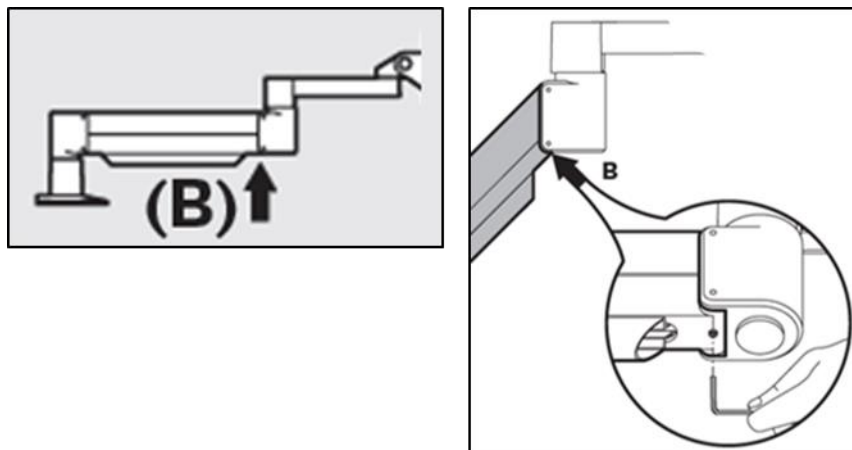

Figura 4-6. Allentamento della vite di arresto di controbilanciamento **B**
- Riposizionare orizzontalmente il braccio. Allentare la vite di arresto di controbilanciamento **B** superiore ruotando la vite di almeno  $\frac{1}{2}$  giro. Usare una chiave Allen da  $\frac{3}{32}$ ". Vedere la Figura 4-6.
- Posizionare il braccio orizzontalmente e fissare la **vite di arresto di controbilanciamento B** fino a stabilire il contatto, quindi serrare ruotando da  $\frac{1}{2}$  a  $\frac{3}{4}$  di giro. Vedere la Figura 4-6.